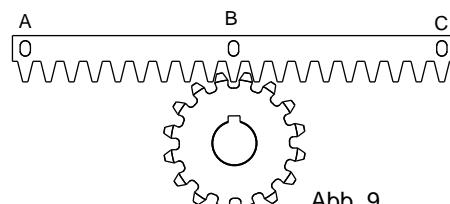
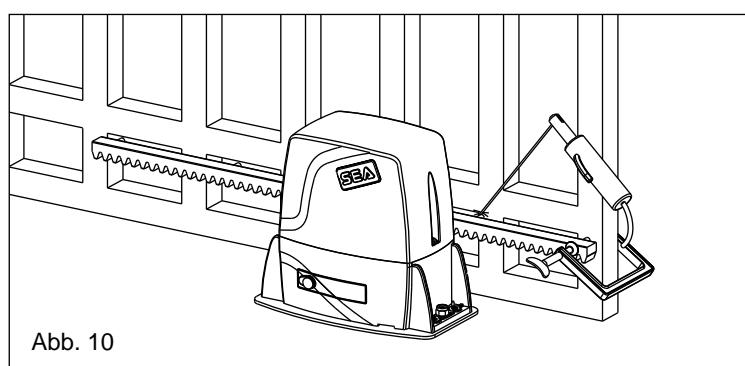

Abb. 9
Abb. 10
6.3. Das Zahnstangenelement auf das Zahnrad des Antriebs lehnen, sodass es parallel zur Bodenschiene des Tores liegt, wie in Abb. 9 positionieren und den mittleren Stift an die Torstruktur festschweissen (Abb.10).